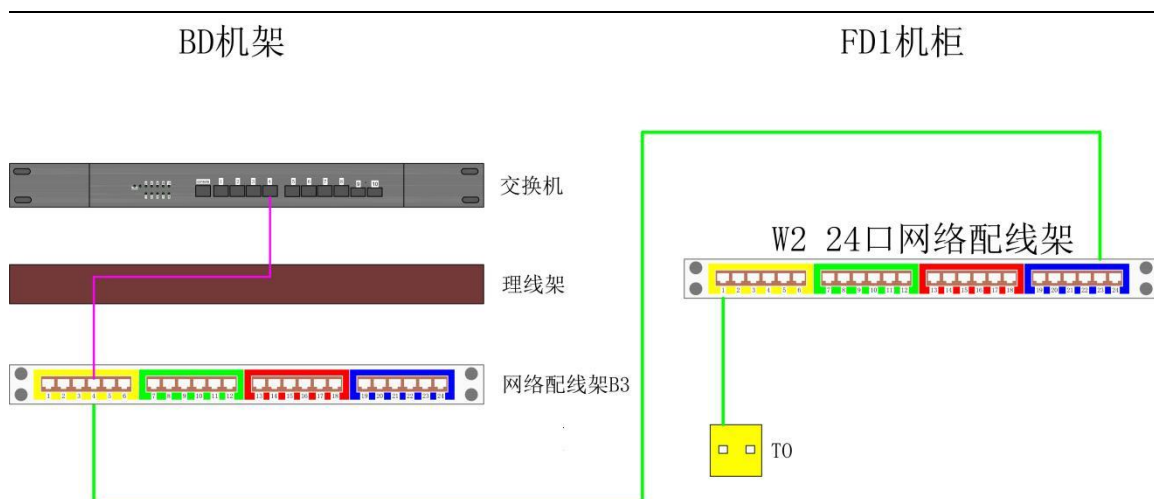

图 7 BD-FD1 五类网络链路系统拓扑图
4. 如图 7，超五类非屏蔽双绞线电缆的端口对应关系为：BD 机架网络配线架 B3 的 4 号-FD1 机柜网络配线架 W2 的 23 号；BD 机架网络配线架 B3 的 5 号-FD1 机柜网络配线架 W2 的 24 号。
6. 制作 2 根双绞线跳线，如图 7 所示，由 BD 机架端上网络配线架 B3 的 4-5 号到交换机 4-5 号口，端口一一对应。